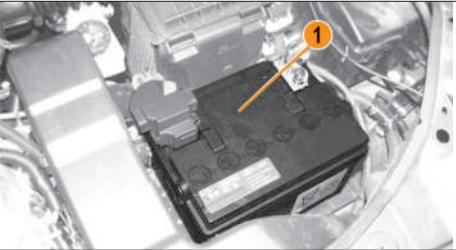

Рис. 6.10.1. Аккумуляторная батарея
**В вариантом исполнении** аккумуляторная батарея **1** (рис. 6.10.1) имеет индикатор «глазок» плотности и уровня электролита. Состояние АКБ можно определить по его цвету: